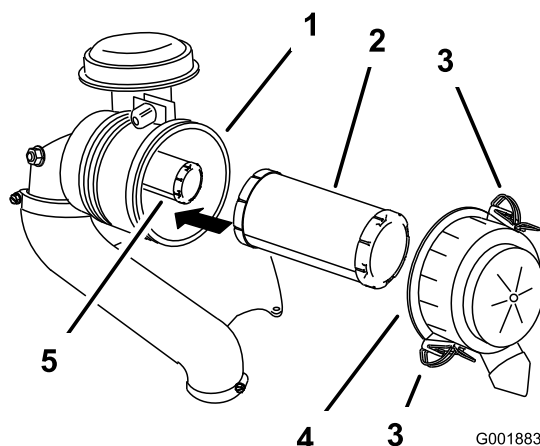

Figura 41
3. Rilasciate i dispositivi di fermo del filtro dell'aria e togliete il coperchio dal corpo del filtro (Figura 41).
5. Estraete con cautela il filtro primario dal corpo del filtro dell'aria (Figura 41).
2. Se sostituite il filtro di sicurezza, inseritelo con cautela nel corpo del filtro (Figura 41).
3. Montate con cautela il filtro primario sul filtro di sicurezza (Figura 41).
4. Montate il coperchio del filtro dell'aria con il lato contrassegnato **Up** (alto) rivolto in alto, quindi fissate i dispositivi di chiusura (Figura 41).